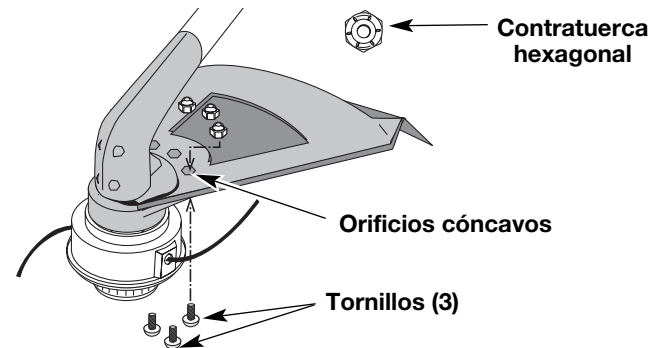

Fig. 3
2. Coloque una contratuerca hexagonal en uno de los tres orificios cóncavos de la parte superior del protector accesorio de corte (Fig. 3).
3. Instale un tornillo en el orificio de la base del protector accesorio de corte y atorníllelo en la tuerca instalada en el paso 2 (Fig. 3). No lo ajuste.
1. Coloque el protector del accesorio de corte en el bastidor del eje. Cerciórese de que el soporte de montaje de la guardera se deslice en la ranura situada en el borde del protector de corte. Gire el protector en sentido antihorario hasta que quede en su lugar (Fig. 3). Los orificios en el soporte de montaje de la guardera y el protector del accesorio de corte se alinearán.